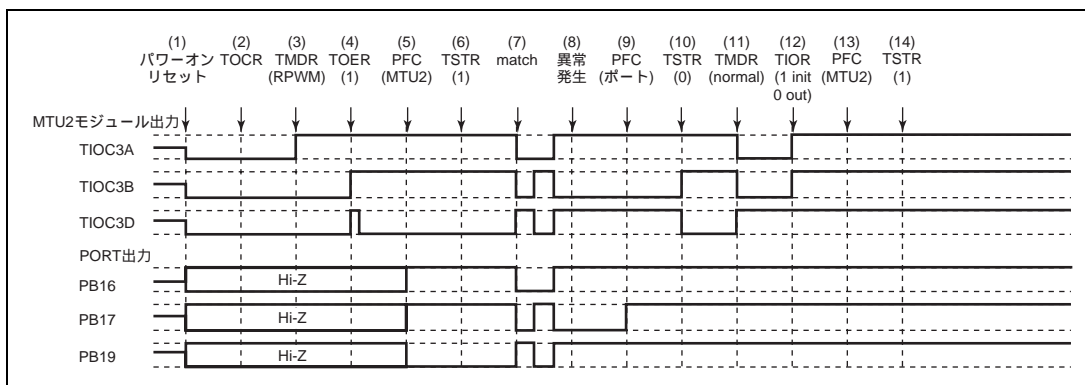

図 12.152 リセット同期 PWM モードで異常が発生し、ノーマルモードで復帰する場合
(1) ~ (10) は図 12.152 と共通です。
(11) PWM モード 1 を設定してください (MTU2 出力は正相側がローレベル、逆相側がハイレベルとなります)。
(12) TIOR で端子を初期化してください (PWM モード 1 では TIOC\*B 側は初期化されません)。
(13) PFC で MTU2 出力としてください。
(14) TSTR で再スタートします。
(28) リセット同期 PWM モードで動作中に異常が発生し、相補 PWM モードで再スタートする場合の動作
- (1) ~ (10) は図 12.152 と共通です。
- (11) TOER でチャンネル 3、4 の出力を禁止してください。
- (12) TOCR で相補 PWM の出力レベルと周期出力の許可禁止を選択してください。
- (13) 相補 PWM を設定します (MTU2 の周期出力端子はローレベルになります)。
- (14) TOER でチャンネル 3、4 の出力を許可してください。
- (15) PFC で MTU2 出力としてください。
- (16) TSTR で再スタートします。
(29) リセット同期 PWM モードで動作中に異常が発生し、リセット同期 PWM モードで再スタートする場合の動作
- (11) PFC で MTU2 出力としてください。
- (12) TSTR で再スタートします。
- (13) コンペアマッチの発生によりリセット同期 PWM 波形を出力します。